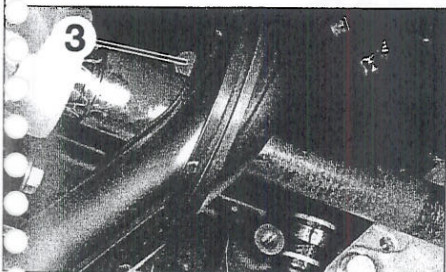

FIGURA 1-15
- Desmontar el tapón de vaciado del bloque motor (3), situado en la parte trasera del mismo, lado caja de velocidades (figura 1-15).